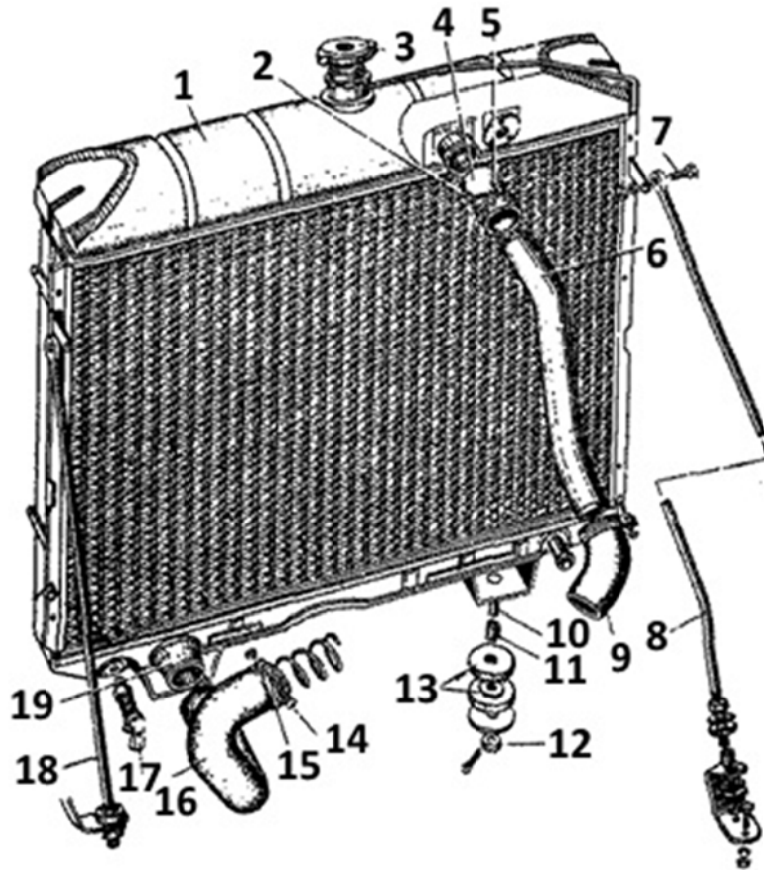

Рис. 2.11. Водяной радиатор:
46. Ослабить винт 14 (рис. 2.11) хомута 15 и снять отводной шланг 16 радиатора 1 с патрубком водяного насоса	Отвертка Б200 × 1,0
<p>68.3. Подвести фланец промежуточного карданного вала к фланцу вторичного вала коробки передач, соединить болтами, надеть пружинные шайбы, навернуть гайки</p> <p>69. Установить распорное кольцо 5 (рис. 2.3) шкива, шкив 4, распорное кольцо 3 вентилятора, вентилятор 2 и вернуть болты 12 с пружинными шайбами</p> <p>70. Установить подводную трубу 6 (рис. 2.11) радиатора, надеть шланг 4 на патрубок радиатора, муфту 9 на впускной патрубок и затянуть винты 2 хомутов 5</p>	<p>Ключи 14 × 17 (2 шт.)</p> <p>Ключ 10 × 12</p> <p>Отвертка Б200 × 1,0</p>